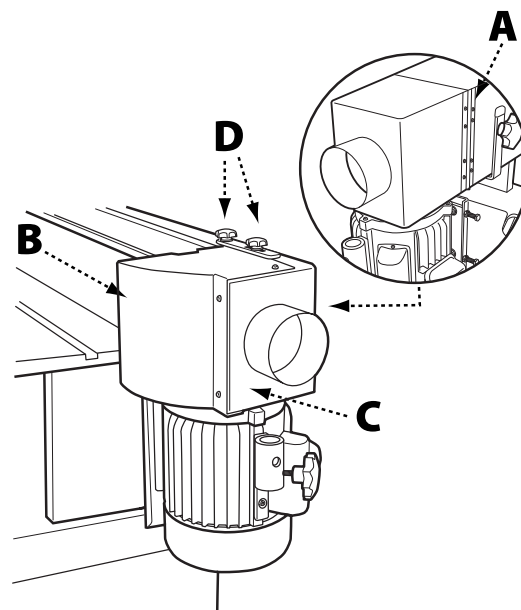

FIGURE 6
- Boutons de verrouillage de 12mm (2)
1. Fixez un côté de l'assemblage de la charnière (A) à la protège-courroie arrière à l'aide de quatre vis à tête Phillips.
2. Placez le protège-tambour (B) sur la goulotte à poussière (C), comme indiqué à la Figure 6.
5. Assemblez une rondelle plate de 12mm sur chacun des deux boutons de verrouillage de 12mm (D) et insérez l'un des boutons de verrouillage à travers la fente de la plaque de raccordement et l'autre par l'orifice de la plaque de raccordement.